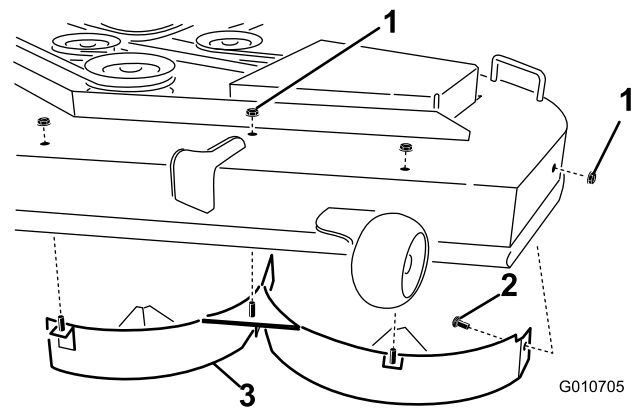

Figura 5
- Instale el deflector izquierdo a la plataforma de corte según se muestra en Figura 5. Utilice tres contratuercas (5/16 pulgada) para sujetar las clavijas soldadas del deflector derecho a la parte superior de la plataforma de corte en las posiciones centro, centro izquierda e izquierda. Apriete las fijaciones a mano.